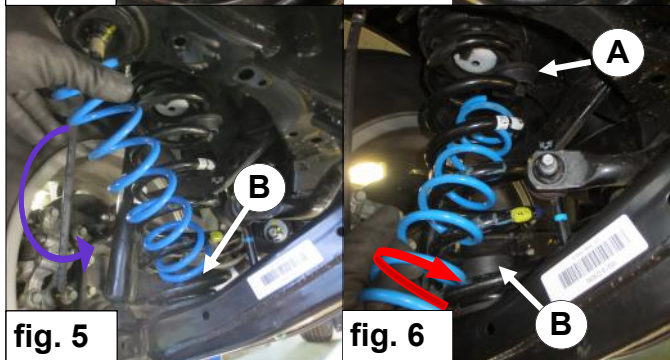

fig. 6
6. Plaats veerschotel **A** op de bovenzijde van de hulpveer **C** en centreer deze in het gat in het chassis. *Zie fig. 6 & 7.*
6. Place the spring seat **A** on top of the auxiliary spring **C** and center it into the hole in the chassis. *See fig. 6 & 7.*
6. Stellen Sie Federteller A auf der Oberseite des Hilfsfeder C und zentrieren Sie ihn in das loch in das Chassis. *Siehe Fig. 6 & 7.*
6. Placez la coupelle A sur le ressort auxiliaire C et le centrer dans le trou dans le châssis. *Voir fig. 6 & 7.*